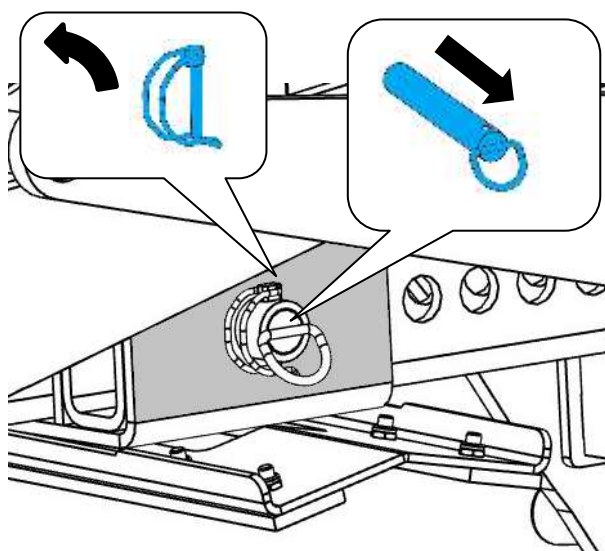

Abb. 2
2. Rimuova la coppiglia (1) dalla parte inferiore (Fig. 2). 3.
3. Estragga il perno (2) (Fig. 2). 4.